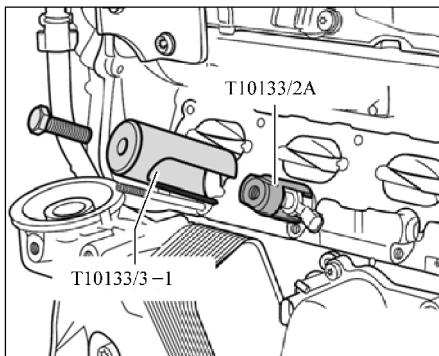

图 19-12 安装拆卸工具
- 7) 将 T10133/3 -1 用螺栓连接到起拔器 T10133/2A 上，如图 19-12 所示。